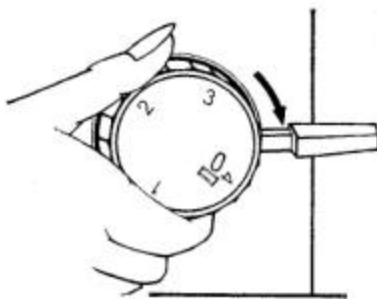

fig. 19
**16. Het regelen van de steeklengte (fig. 19)**